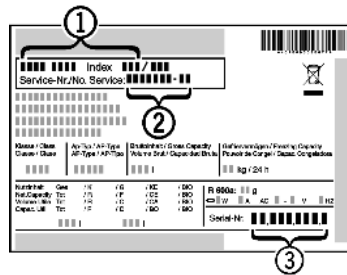

Fig. 63
- ▶ назва пристрою Fig. 63 (1), сервісний номер Fig. 63 (2) та серійний номер Fig. 63 (3) вказані на заводській табличці. Заводська табличка знаходиться всередині пристрою, ліворуч.